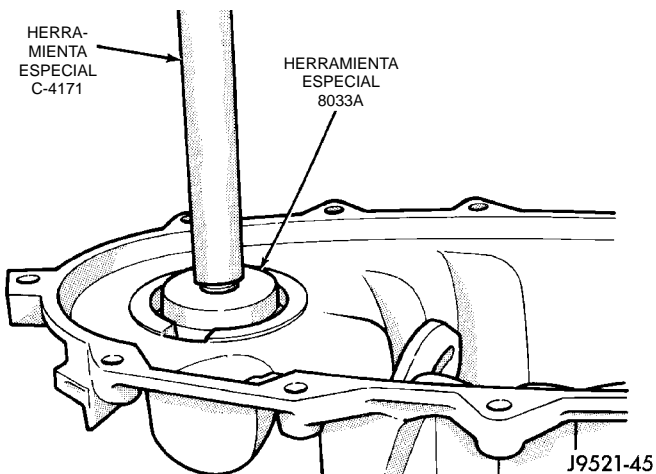

Fig. 49 Instalación del cojinete delantero del eje transmisor
(2) Instale el cojinete del eje transmisor delantero con el Mango C-4171 e Instalador 8033A con el cono ahusado hacia arriba (Fig. 49).